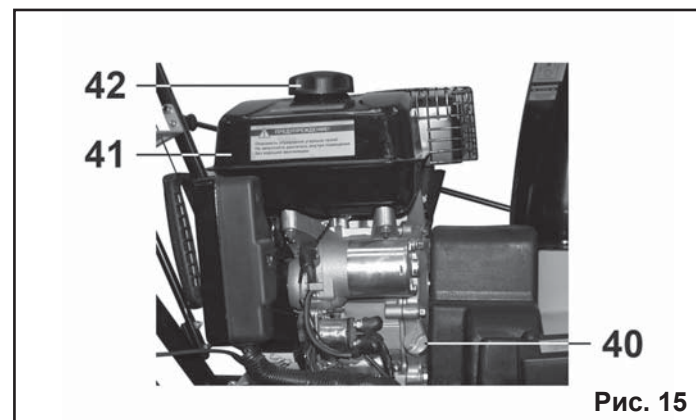

Рис. 15
7.5. Заправка топливом (Рис.15). ИСПОЛЬЗУЙТЕ ЧИСТЫЙ НЕЭТИЛИРОВАННЫЙ БЕНЗИН С ОКТАНОВЫМ ЧИСЛОМ НЕ НИЖЕ 90.